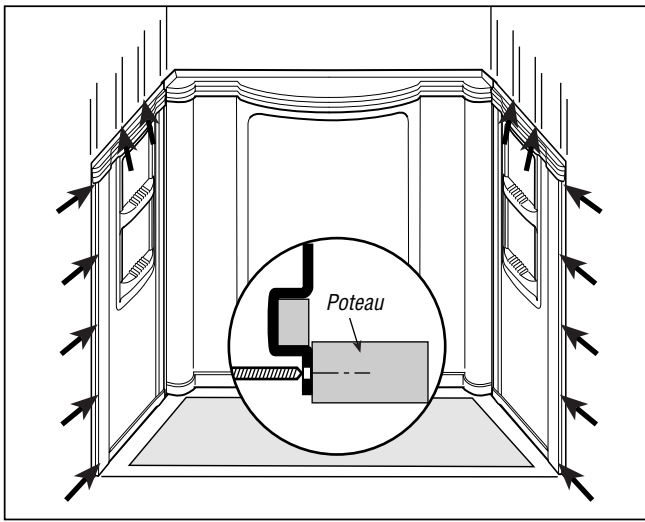

Figure 5
- 6** Appliquez un cordon de colle, vers le bas, le long de chaque poteau qui doit entrer en contact avec les panneaux latéraux. Installez chaque panneau latéral en étendant un cordon de calfeutrage de latex ou d'acrylique le long de la membrure avec les trous (i.e. : la membrure qui touche au panneau arrière). Faites glisser le panneau sur les raccords. Appuyez fermement sur chaque panneau afin de vous assurer qu'il adhère bien à chaque poteau. Repérez un trou de 3/16" au centre de la bride de cloutage, au dessus du panneau, centré sur chaque poteau. Percez aussi des trous de 3/16" dans la bride de cloutage avant, sur chaque panneau latéral, à 12" d'intervalle, centrés sur la membrure (fig. 5). Clouez les clous de toiture galvanisés de 3/4" à travers chaque trou et dans les poteaux, fixant ainsi le panneau mural.